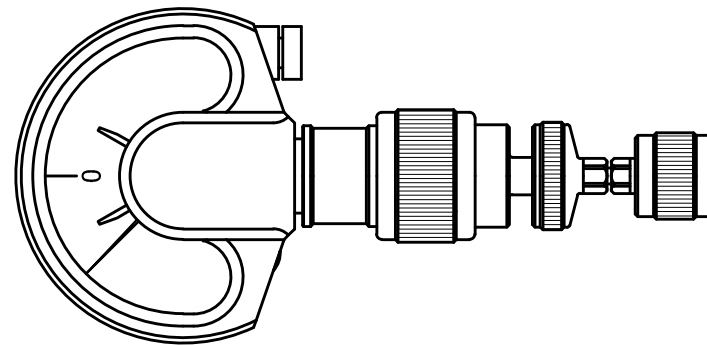

图2
3. 使用时, 首先用手将基准座与界面表头如图2所示旋到合适的位置, 再用适当的扭力扳手进行最终连接。